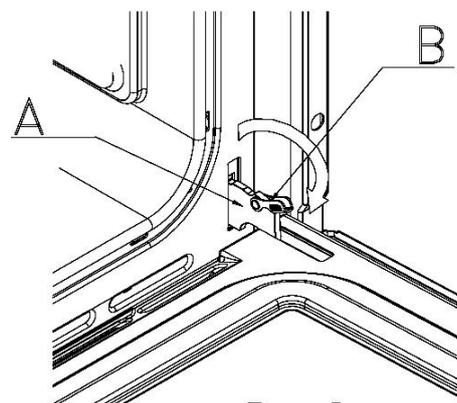

Рис. 5
**Не забудьте повернуть болты «В» в начальное положение, перед тем как закрыть дверцу.** (Рис. 5).